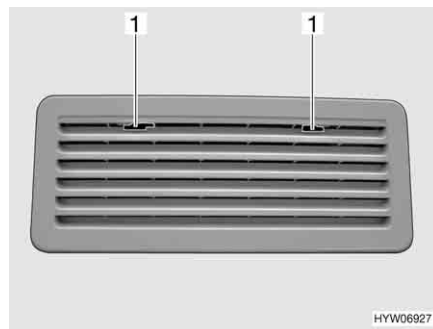

Fig. 150 Rejilla de ventilación del frigorífico (Thetford)
- Deslizar el bloqueo (Fig. 150,1) hacia el centro.